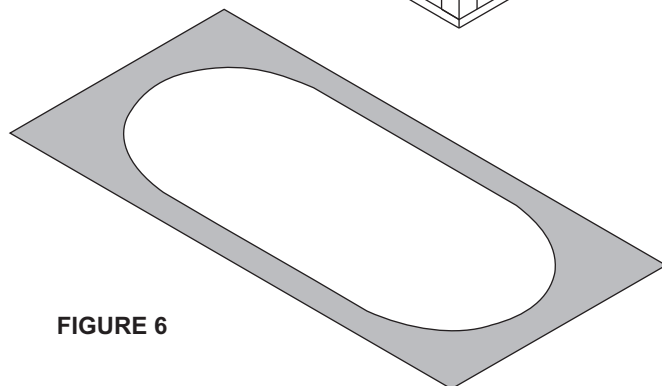

FIGURE 6
- En cas d'installation par le dessous, il est possible de télécharger le fichier .dxf pour découpage par machine à CNC à partir de notre site web à l'adresse www.azzurabath.com et ensuite de découper le matériau spécifié (granite, etc.) comme illustré par la figure 6.
- Découper l'ouverture comme spécifié sur la figure 6.